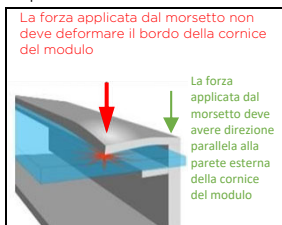

Figura 1 Forza applicata dal morsetto
- 2) **Morsetti o pinze a pressione:** montare il modulo con i morsetti sul lato più lungo della cornice del modulo. La mezzaria delle pinze deve essere ad una distanza dal lato corto del modulo compresa nel range di distanze indicate nella Appendice. Gli addetti all'installazione dovranno accertarsi che i morsetti siano sufficientemente resistenti da sopportare il massimo carico previsto sul modulo in fase di progettazione. I morsetti e le pinze a pressione non sono venduti da TCL. I morsetti o le pinze a pressione devono applicare una forza la cui direzione è parallela alla parete esterna della cornice del modulo e non solo al bordo superiore della telaio. I morsetti non devono applicare una forza eccessiva al telaio, piegare la parte superiore del telaio o essere in contatto con il vetro: queste pratiche annullano la garanzia del modulo e rischiano la rottura del telaio e del vetro. La figura 1 illustra la direzione della forza esercitata dai i morsetti o le pinze a pressione.